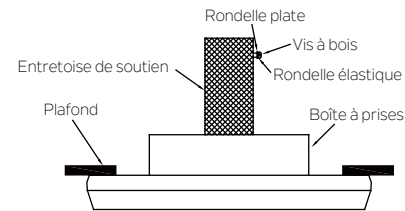

Fig. 11
**Étape 1.** Installer une vis à bois et des rondelles dans le côté de l'entretoise qui maintient la boîte à prises. Laisser 3 mm d'espace entre l'entretoise de soutien et la rondelle. (Fig. 11)